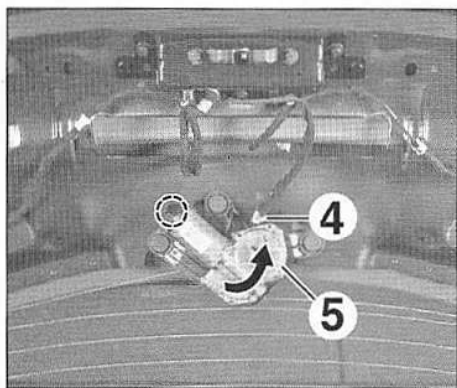

FIG.103
- Débrancher le connecteur (4) (Fig.103).
- Dégager le mécanisme d'essui-vitre arrière (5) puis le tourner dans le sens antihoraire pour le déposer.